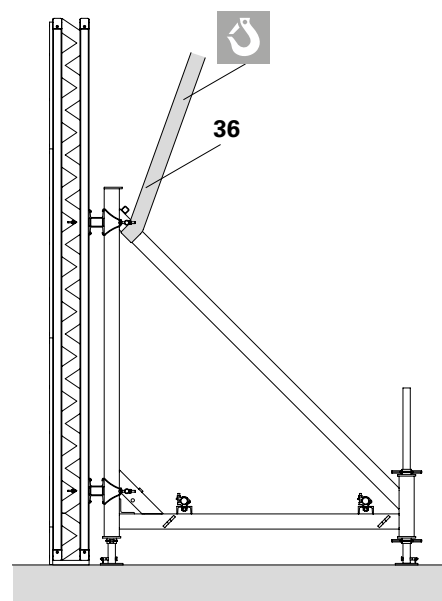

Fig. C2.04
Imbracare il contrafforte con brache di tessuto (36) e agganciarlo con la gru. (Fig. C2.04)